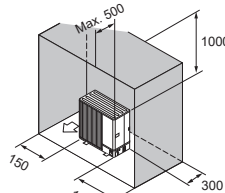

Fig. 2-12
- ⑥ Obstacole numai în spate, pe laterale și deasupra (Fig. 2-12)